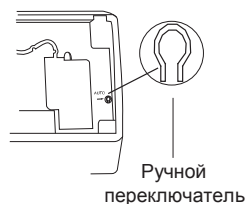

Рис. 5.6
5.6.1 В случае утери или выхода из строя беспроводного пульта управления кондиционера возможно включение/выключение кондиционера при помощи аварийного переключателя (см. рис. 5.6).